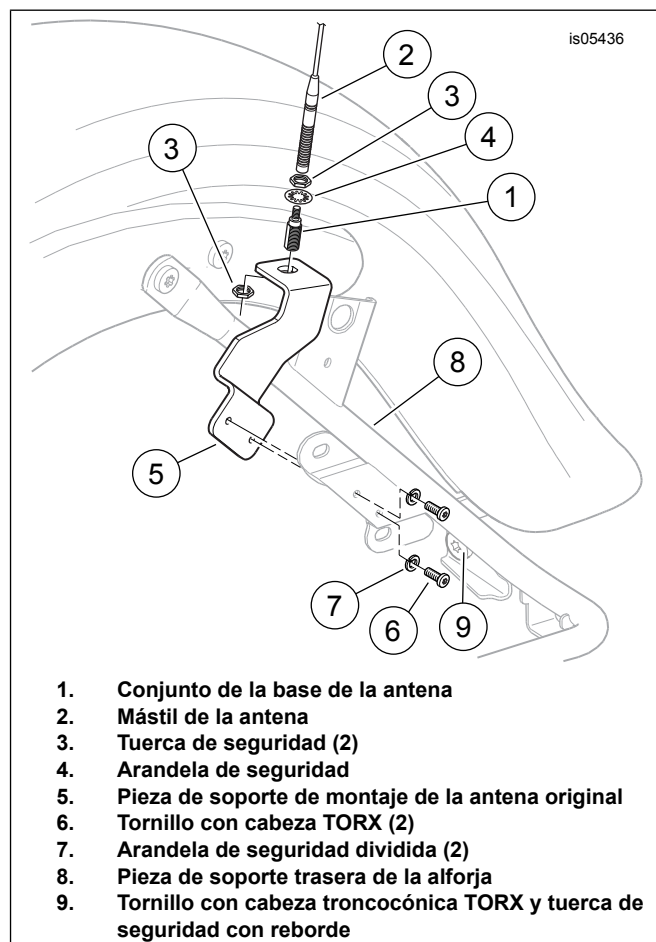

Figura 1. Montaje de la antena original
2. Vea Figura 1. Desconecte el cable de la antena del conjunto de la base de la antena (1).
3. Desenrosque el mástil de la antena (2) de la base de la antena y póngalo a un lado para la instalación posterior.
4. Quite la tuerca de seguridad inferior (3) y quite la base de la antena de la pieza de soporte de montaje (5). Guarde ambas tuercas de seguridad, pero deseche la arandela de seguridad (4).
5. Extraiga los dos tornillos con cabeza TORX® (6) y las arandelas de seguridad (7) que sujetan la pieza de soporte de montaje de la antena a la pieza de soporte trasera de la alforja (8). Deseche la pieza de soporte y los sujetadores.